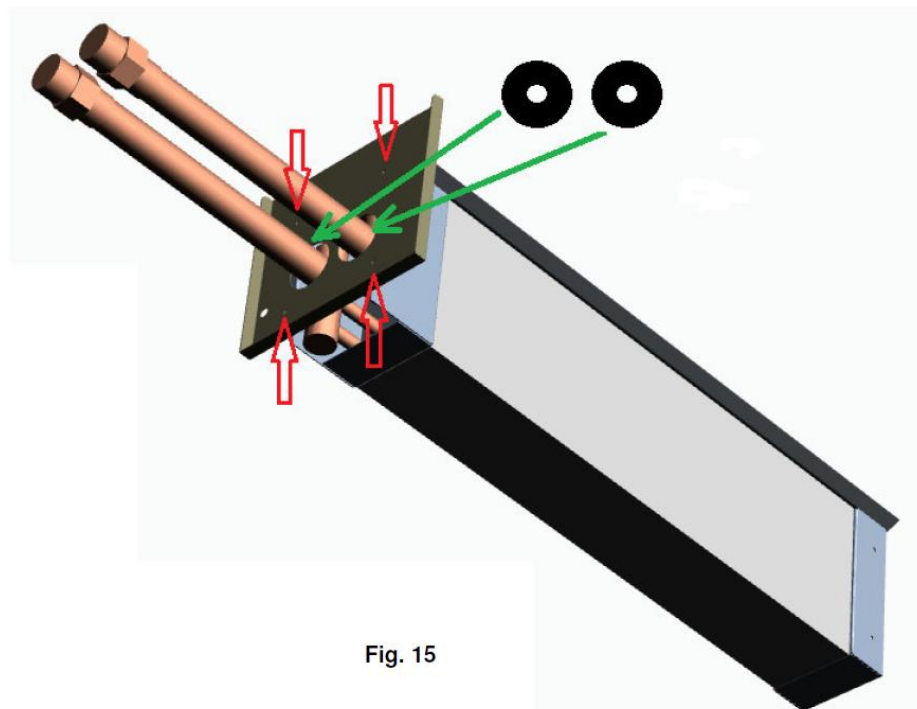

Fig. 15
- Wymiennik wodny jest dostarczany wraz ze śrubami do przymocowania do drzwi, które zostały usunięte w punktach oznaczonych czerwoną strzałką i wyposażone w uszczelki pierścieniowe do uszczelnienia połączeń oznaczonych zielonymi strzałkami (rys. 15).